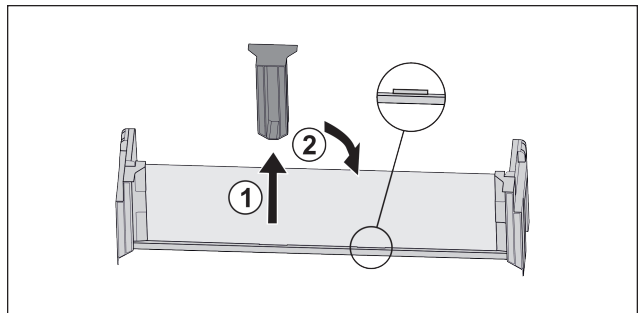

Fig. 54*
- ▶ Снимите среднюю поддерживающую деталь Fig. 54 (1).*
- ▶ Вставьте среднюю поддерживающую деталь во вторую позицию Fig. 54 (2).*